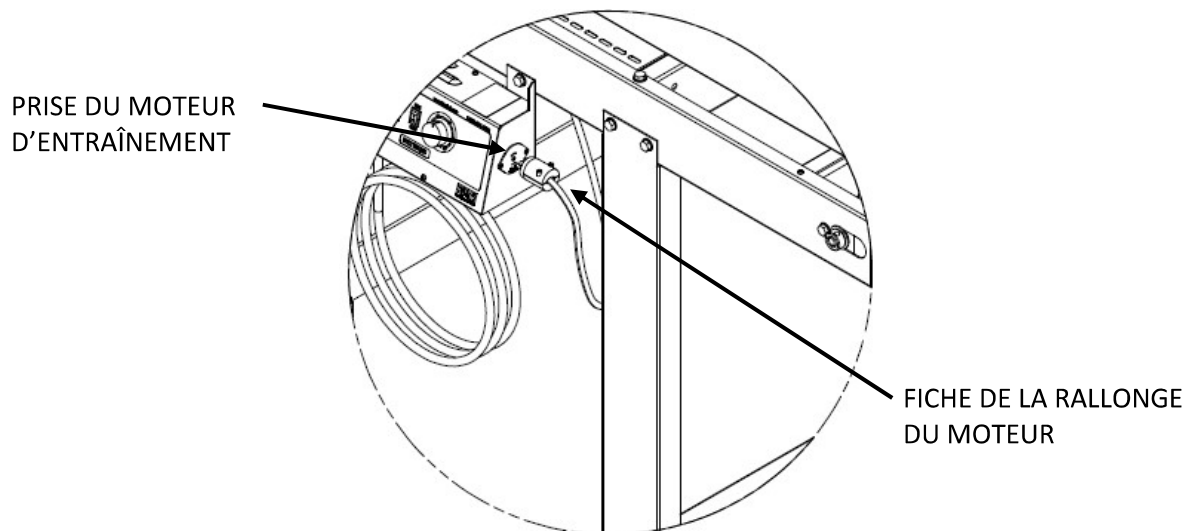

Figure 10
2. Insérez la **FICHE DU MOTEUR D'ENTRAÎNEMENT** dans la **PRISE DE LA RALLONGE DU MOTEUR**. Tournez la fiche pour la verrouiller en place. Insérez la **FICHE DE LA RALLONGE DU MOTEUR** dans la **PRISE DU MOTEUR D'ENTRAÎNEMENT** sur le **PANNEAU DE COMMANDE**. Tournez la fiche pour la verrouiller en place (voir **Figure 10**).